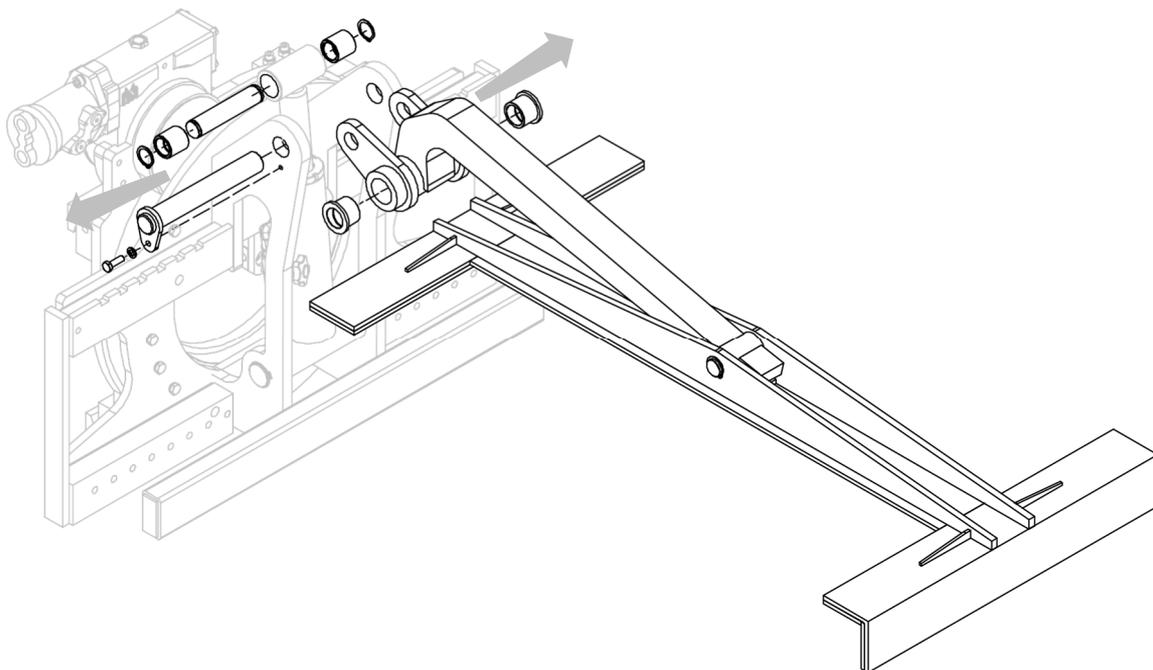

Abbildung 15
4. Beachten Sie dazu *Abbildung 15*.